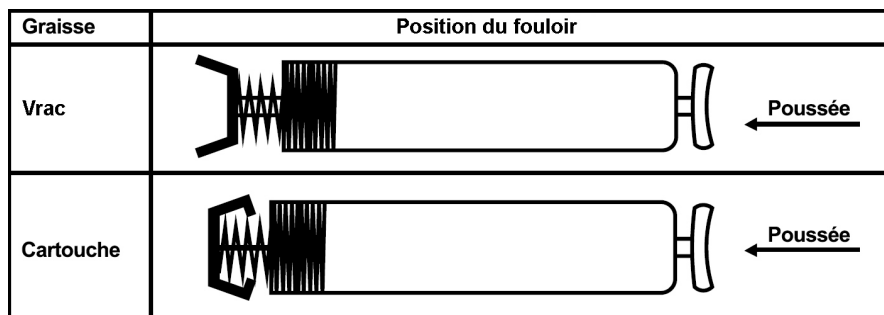

fig. 2
1. Choisissez la bonne position du fouloir en fonction de l'utilisation de graisse en vrac ou d'une cartouche (fig. 2).
2. Tenez le fouloir entre le pouce et l'index pour inverser la lèvre du fouloir de l'arrière (fig. 3-1) vers l'avant (fig. 3-2). Il faut que cela corresponde à la configuration pour vrac de la fig. 2.